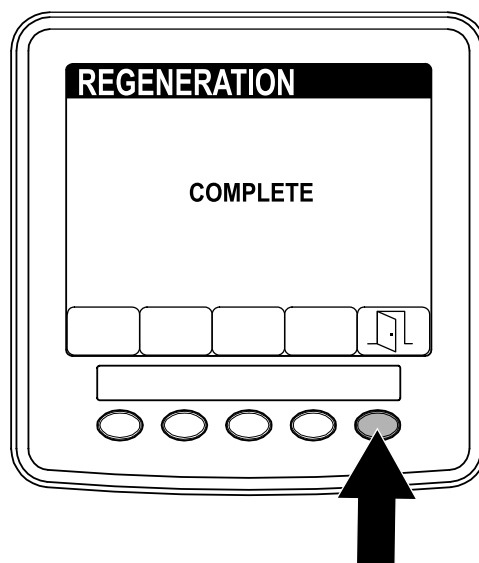

Figure 54
5. Une fois la régénération terminée, l'écran TERMINÉ s'affiche sur l'InfoCenter. Appuyez sur le bouton n° 5 pour revenir au menu ENTRETIEN (Figure 54).